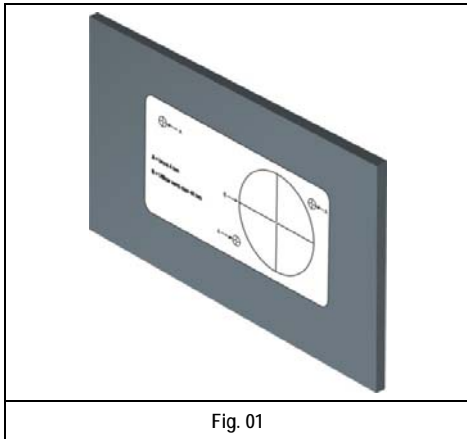

Fig. 01
1. Fazer os furos no painel com o auxílio do Diagrama de Furação (Fig. 01).
1. Haga los agujeros en el panel con el auxilio del Diagrama de Perforación (Fig. 01).
1. Percez des trous dans le panneau avec l'aide du Diagramme de Forage (Fig. 01).
1. Drill holes on the panel using the Drilling Diagram (Fig. 01).